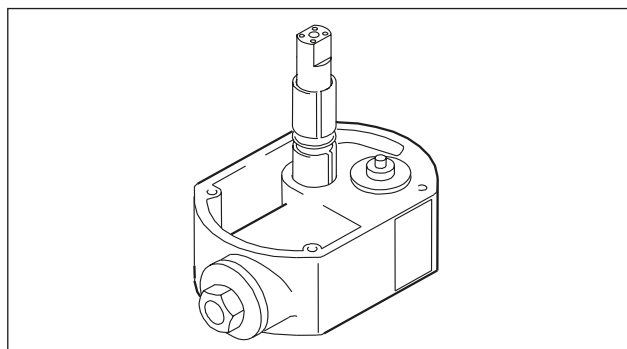

Рис. 19: Монтаж поршневого штока
- Для монтажа вкладышей подшипника скольжения и уплотнительного кольца рекомендуется использовать поршневой шток в качестве направляющей. Необходимо обратить внимание, что пазы вкладышей подшипника скольжения монтируются эксцентрично (рис. 19).